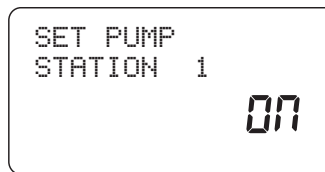

Figura 21: Funzione di avvio pompa attivata per la stazione 1
2. Premere una sola volta il tasto RAIN DELAY (Ritardo pioggia) [Vedere la Figura 21]